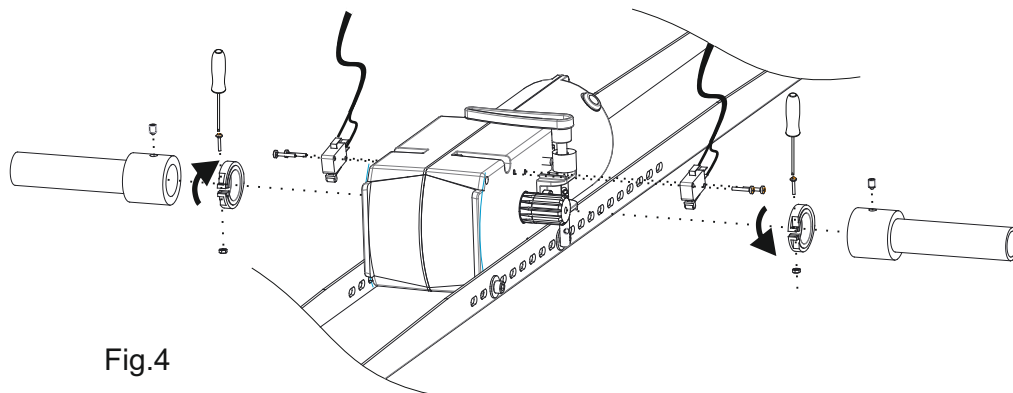

Fig.4
- Monter le Kit fin de course comme dans Fig. 4
- 3 Tourner la came 1 comme dans Fig. 4 jusqu'à l'écrasement du micro-interrupteur.
- 4 Fixer la came à l'arbre en vissant la vis spéciale (Fig. 4)
- 6 Tourner la came 2 comme dans Fig. 4 jusqu'à l'écrasement du micro- interrupteur
- 7 Fixer la came à l'arbre en vissant la vis spéciale (Fig. 4)
- Montar el kit fin de carrera como en la Fig. 4
- 3 Girar la leva 1 como en la Fig. 4 hasta el aplastamiento del microinterruptor
- 4 Fijar la leva al eje atornillando el tornillo (Fig. 4)
- 6 Girar la leva 2 como en la Fig. 4 hasta el aplastamiento del microinterruptor
- 7 Fijar la leva al eje atornillando el tornillo (Fig. 4)